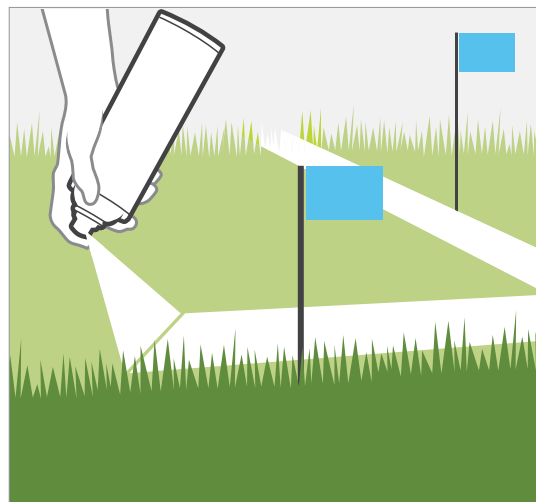

Figura 1
1. Con pintura en spray y banderolas, indique las líneas de tubería desde el P.O.C. hasta las ubicaciones de los colectores de válvulas. Marque el trazado del sistema de riego *Figura 1*.